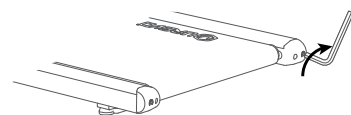

Abbildung 2
- Wenn das Laufband nach rechts verrutscht ist, drehen Sie die Schraube der rechten Tragrolle mit dem Sechskantschlüssel um **1/4** Umdrehung im Uhrzeigersinn (siehe Abbildung 2).